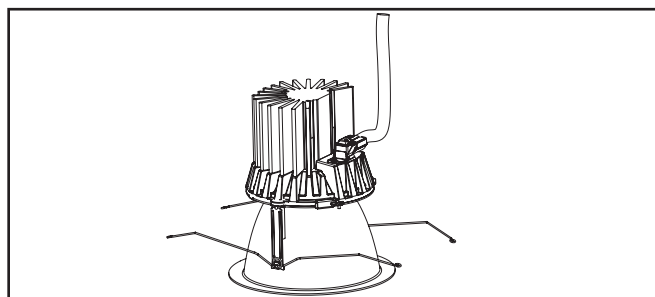

Figure 8.
- Assurez-vous que le connecteur est correctement enclenché. (Figure 8).